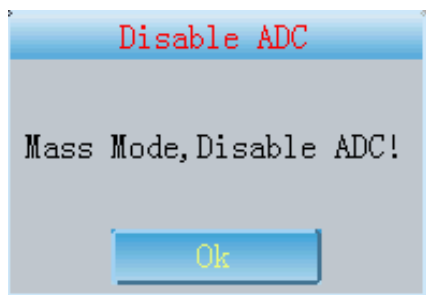

Fig. 13-10-2
- 3 Cliccando **MASS**, l'elettrocardiografo entrerà nell'interfaccia principale. Nella modalità MASS, cliccando il pulsante di campionamento, sarà visualizzata la finestra di avviso come da Fig.13-10-2.